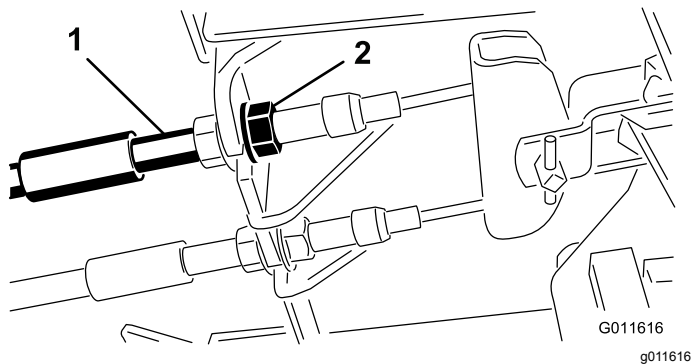

Figura 45
1. Para reducir la holgura de los pedales de freno, apriete los frenos aflojando la tuerca delantera del extremo roscado del cable de freno (Figura 45).